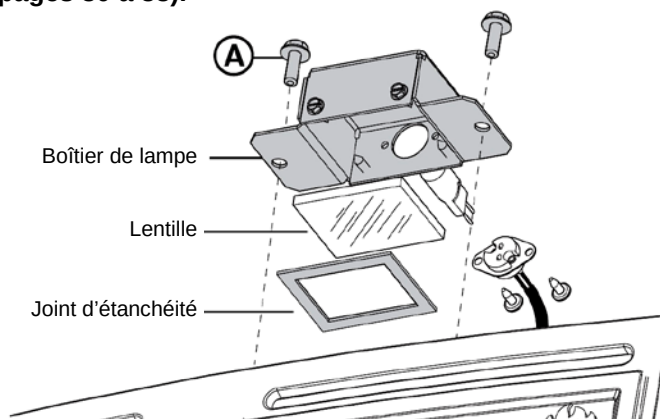
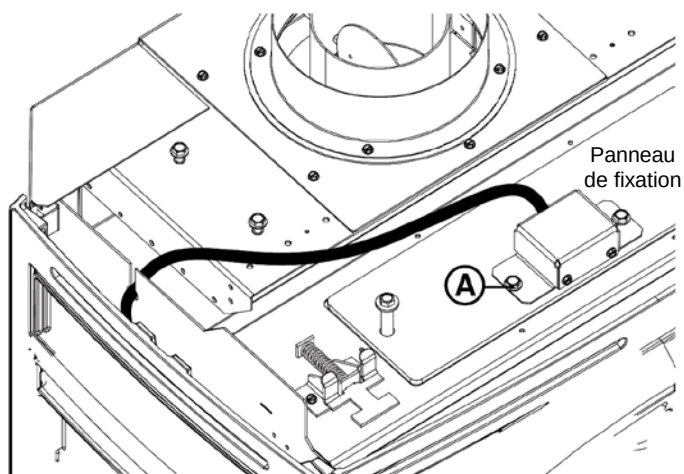

Figure 42. Installation du kit de lampe Accent.
Figure 43. Positionnement du câble de lampe Accent.
2. Avec une clé de 10 mm (plate ou à douille), retirez du panneau de fixation les 2 boulons à tête hex. (A) et le couvercle. Voir la figure 42.
3. Placez le joint d'étanchéité, la lentille et le boîtier de lampe sur le dessus du panneau de fixation, en utilisant les boulons (A) retirés précédemment.
4. Acheminez le faisceau de câble de contrôle, entre l'écran thermique et le panneau latéral gauche en fonte. Connectez le faisceau de câble à la borne (L) à l'arrière du panneau de contrôle IFC. Voir les figures 43 et 44.